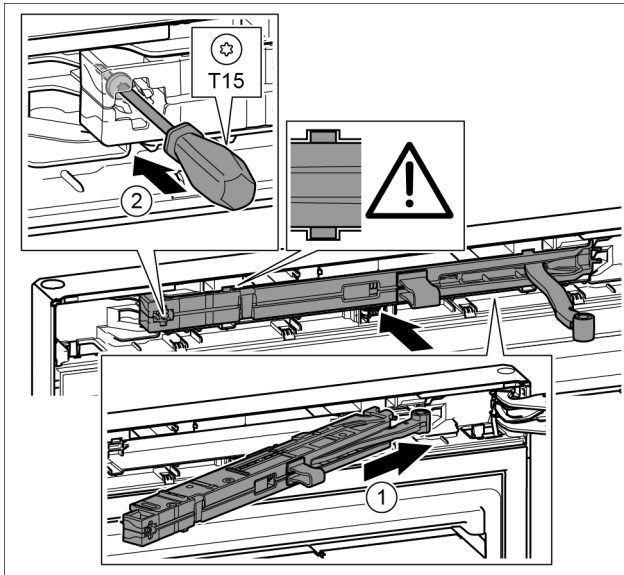

Fig. 21
- ▶ A csapágybak oldaláról ferdén, ütközésig tolja be a záráscsillapító egységet a mélyedésbe. Fig. 21 (1)
- ▶ Húzza meg a csavart egy T15 csavarhúzóval. Fig. 21 (2)